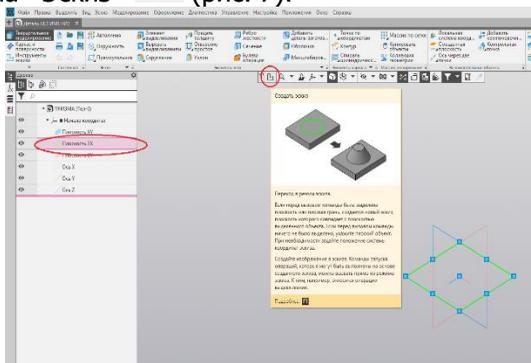

Рис. 7.
5. В «Дереве модели» выбираем плоскость «ZX» - горизонтальную, в которой будем строить основание модели, и нажимаем на «Эскиз»  (рис. 7).